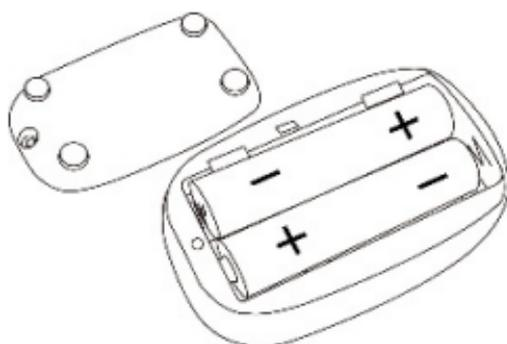

Figura 3 Instalação das pilhas
Passo 1. Consulte a figura 3 e insira duas pilhas de tamanho AAA adequadamente na direção certa.